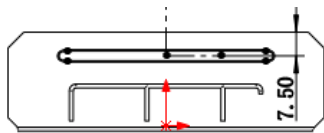

图 13.2.45 编辑草图
(4) 编辑草图, 如图 13.2.45 所示。退出草图环境, 完成成形特征 2 的创建。